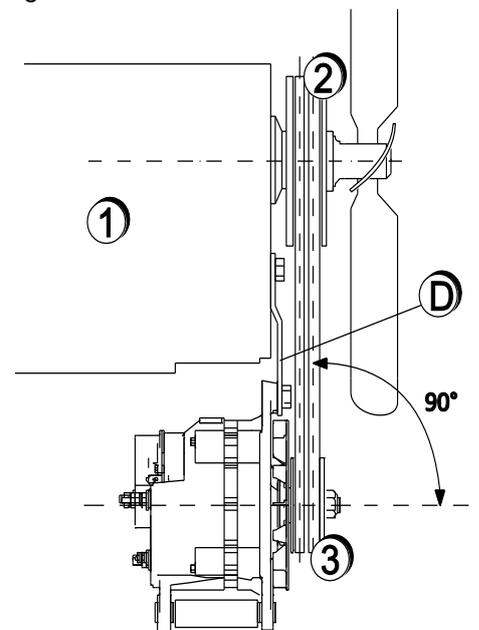

Figure 6 : Alignement
- 3 Voir Figure 6. Alignez la poulie de l'alternateur (3) avec la poulie d'entraînement (2) du moteur (1) et serrez les boulons de montage pour bien fixer le support de montage (4) au moteur.